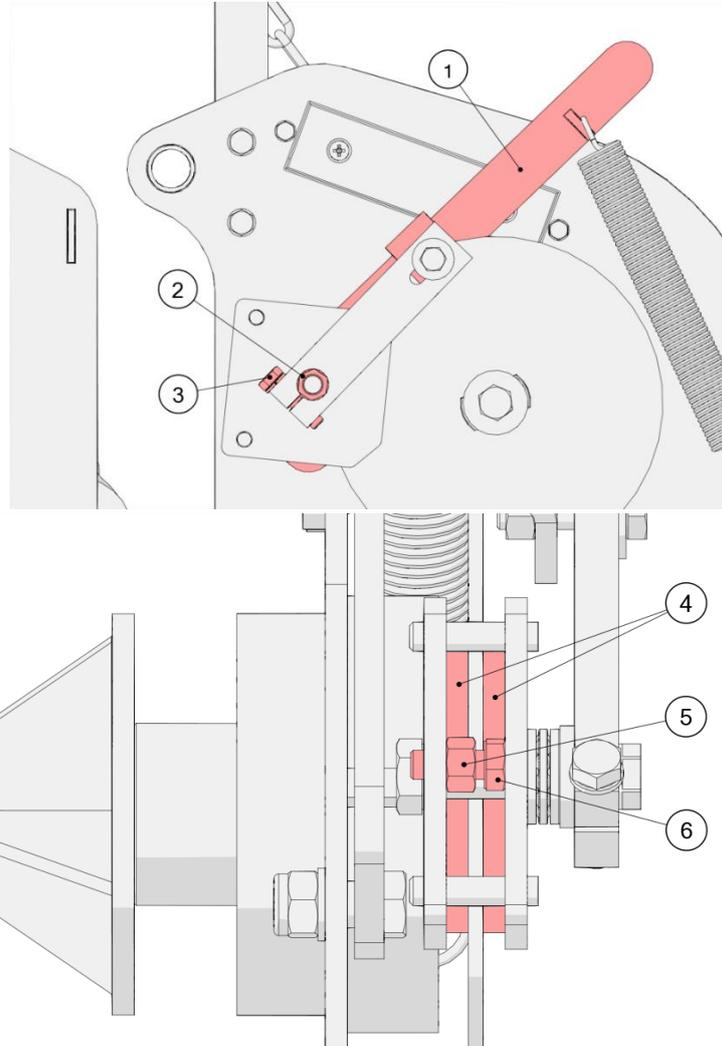

Рисунок 61. Регулировка тормоза механизма обвязывания сеткой
Тормоз механизма обвязывания сеткой должен быть отрегулирован таким образом, чтобы после направления рычага (1) (рис. 61) невозможно было вращать тормозной диск вручную. Для регулировки тормоза:
- Ослабьте винт (3), как показано на рисунке 61;
- Затяните резьбовую втулку (2) так, чтобы тормозные колодки (4) полностью прилегали к тормозному диску;
Если тормозные колодки (4) изношены с одной стороны, то выполните следующие действия (рис. 61):
- Ослабьте гайку (5);
- Слегка прикрутите винт (6) так, чтобы колодки была параллельны;
- Затяните гайку (5).